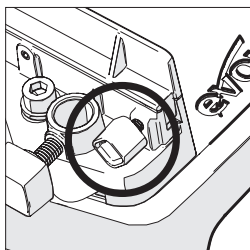

Fig. 5
- Desserrez la vis. **(Fig. 5).**